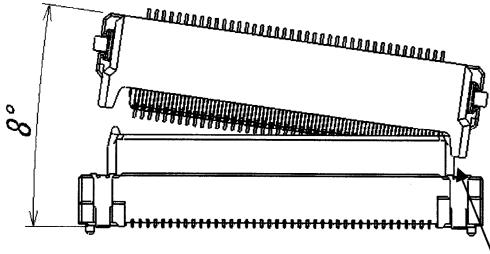
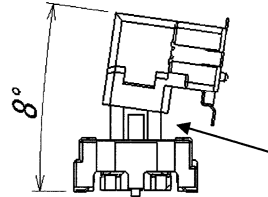

図1/ Fig.1
図2/ Fig.2
- ・誘い込み時の角度は図1～図2になりますので、記載角度以下で位置決めをして下さい（ロックさせない状態）。
Figure 1 and 2 show guiding angle. Please locate it below the described angle (Not lock) .